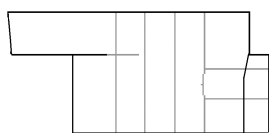
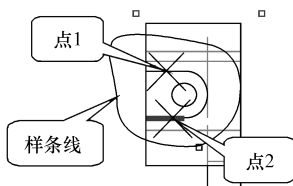

图 10-102 完成局部视图
图 10-103 定义局部视图
(10) 在【绘图视图】对话框中单击【确定】按钮，完成局部视图，如图 10-102 所示。
(11) 双击右视图，弹出【绘图视图】对话框，在【类别】列表中选择【可见区域】选项，在【视图可见性】下拉列表框中选择【局部视图】选项。
(12) 此时【几何上的参考点】收集器处于激活状态，消息区提示“选取新的参照点”，在欲保留局部的边界上单击，选取“点1”作为参照点，如图 10-103 所示。
(13) 消息区提示“在当前视图上草绘样条来定义外部边界”，在右视图中包围住刚才的参照点草绘封闭的样条曲线，单击鼠标中键完成绘制，如图 10-103 所示。
(14) 选中【在 Z 方向上修剪视图】复选框，【修剪参照】收集器处于激活状态。
(15) 在要保留的闭合边界上单击“点2”，选择 Z 方向的修剪边界，如图 10-103 所示。